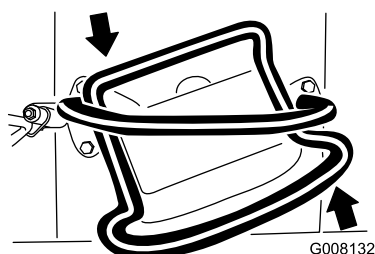

Рисунок 10
- Для того, чтобы повернуть налево, поверните ручку управления тягой против часовой стрелки (Рисунок 10).